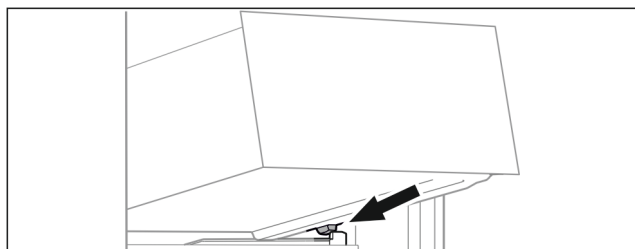

Fig. 20
- ▶ Placer le tiroir, en l'inclinant, derrière les butées sur la nervure de récipient Fig. 20 ().